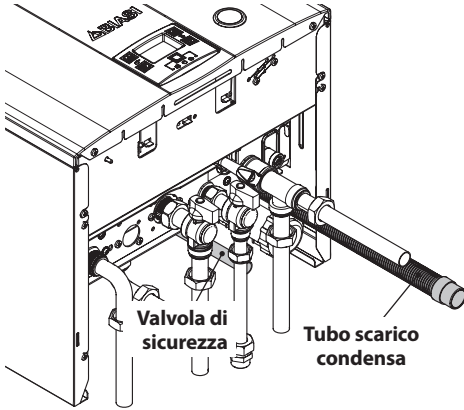

Figura 5.4
- Collegare lo scarico della valvola di sicurezza ad un imbuto di scarico Figura 5.4.
- Inserire il tubo flessibile di scarico condensa in Figura 5.4 all'interno del condotto di scarico condensa domestico o nell'imbuto di scarico della valvola di sicurezza, qualora lo scarico sia idoneo a ricevere condensa acida.